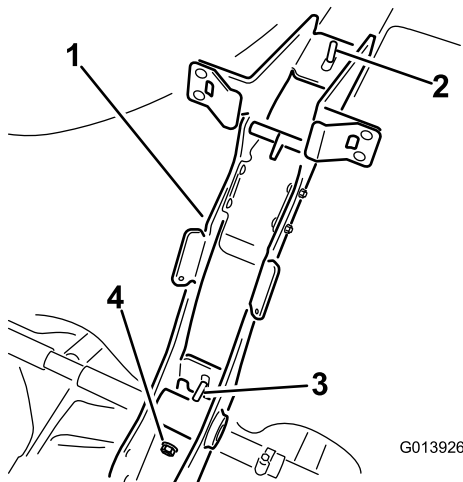

図 10
4. 下側のボルト (タンクから突き出てフレームの穴に通っている) にロックナットを取り付けて固定する (図 10)。